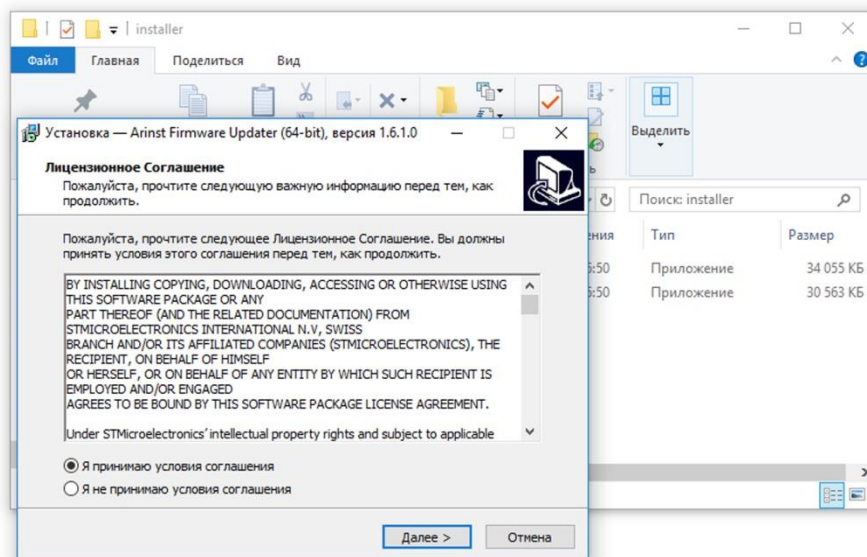

Рисунок A1.5 – Лицензионное соглашение
1.5. Внимательно ознакомьтесь с условиями лицензионного соглашения. Для дальнейшей установки приложения, примите условия лицензионного соглашения и нажмите кнопку **Далее>** (Рисунок A1.5).